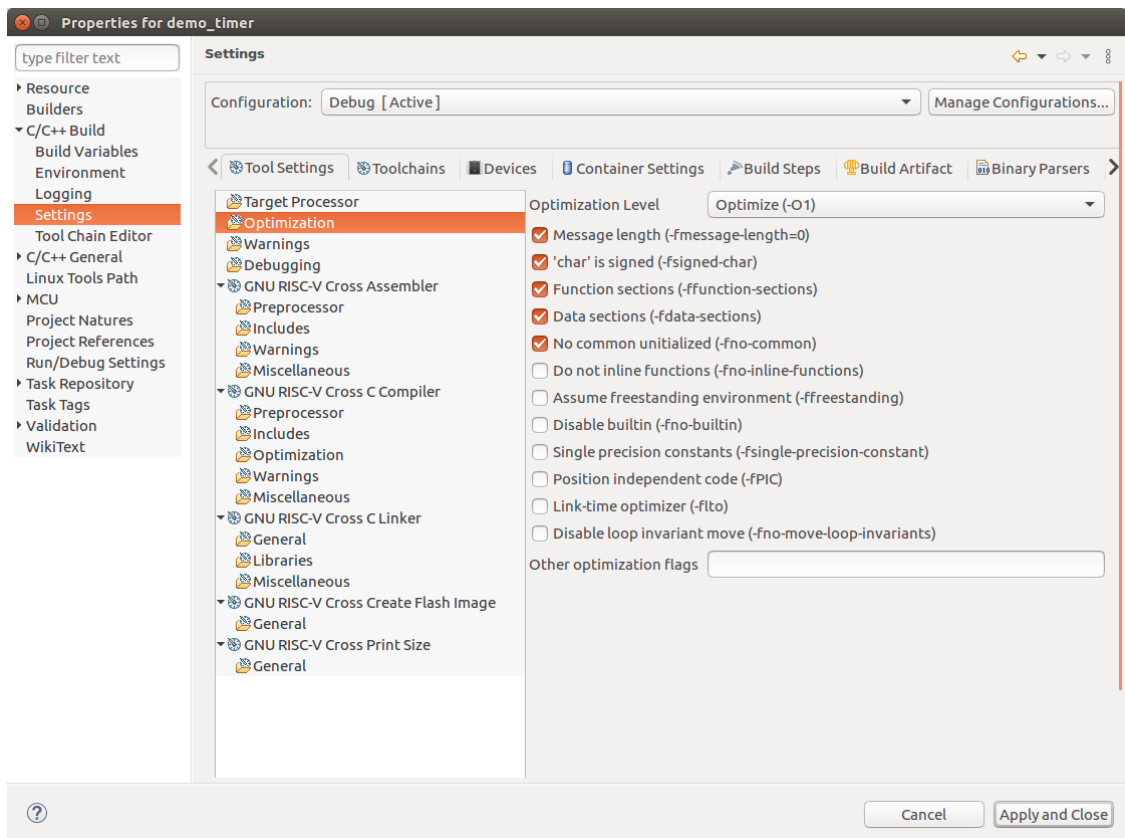

图4.2.12 修改 Optimization level
1. 在 Eclipse 主界面中，选中 demo_timer 工程，右键点击 Properties，点击 C/C++ Build 下拉选择 Settings，点击 Tool Settings 选项卡下的 Optimization，修改 Optimization level 为 "Optimize(-O1)"，如图 4.2.12 所示。